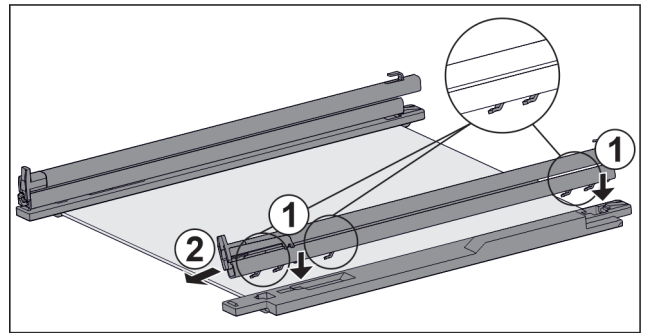

Fig. 224 Glasplatte mit Schienen und Halteteilen
- Haken der Schiene auf die Öffnungen des **linken** Halteteils setzen. Fig. 224 (1)
- Schiene nach vorne ziehen. Fig. 224 (2)
- Haken der Schiene auf die Öffnungen des **rechten** Halteteils setzen. Fig. 224 (1)